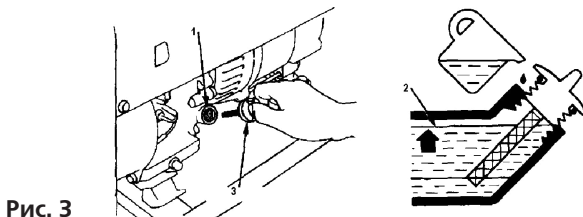

Рис. 3
1. Выкрутите крышку масляного картера и залейте масло (рис. 3)